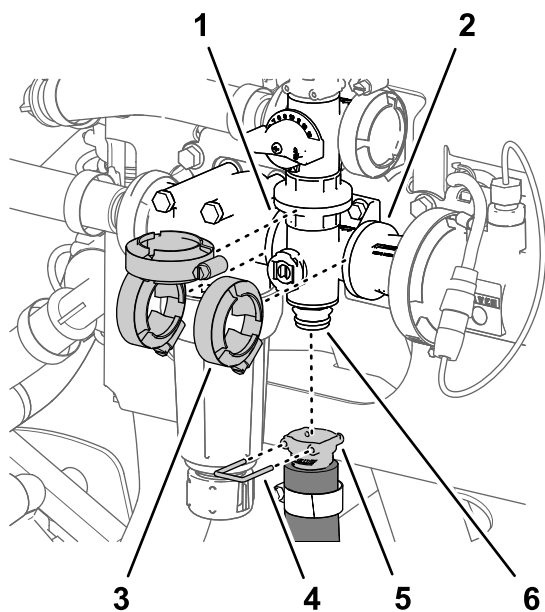

図 118
1. 攪拌ホース用のクイックコネクトカップラを攪拌バルブ用のマニホルドに固定しているクイックコネクトピンを外す 図 118。
2. 攪拌バルブマニホルドを圧力フィルタヘッドとカップリングアダプタの各フランジに固定しているフランジクランプ3個を外す 図 118。